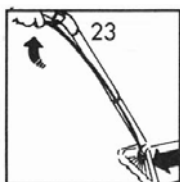

Рис. 23
- Нажимая на курок подачи моющего средства, ведите рукоятку с подсоединенными аксессуарами по направлению к себе (Рис.23).